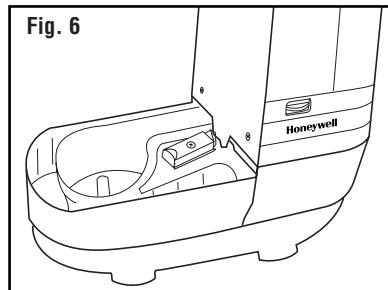

Fig. 6
- Para sacar la Unidad de Alimentación, tire del Pasador para soltarla (se encuentra debajo del Tanque de Agua) y levante y saque la Unidad de Alimentación (Fig. 6). Invierta boca abajo para inspeccionar el estado del elemento térmico. Si se observa una acumulación marcada de sustancias minerales, siga las instrucciones para la LIMPIEZA DEL ELEMENTO TÉRMICO. Coloque la Unidad de Alimentación a un lado.
1. Llene la Bandeja Desmontable (Fig. 6) con uno de los siguientes:
2. El elemento térmico se encuentra al fondo de la Unidad de Alimentación, para tener acceso al mismo, saque la Unidad de Alimentación tirando del Pasador (que se encuentra debajo del Tanque de Agua) y levantando la Unidad de Alimentación para sacarla (Fig. 6).